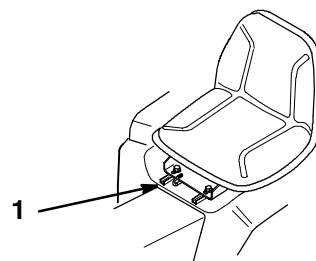

Abbildung 19
1. Zur Einstellung den Hebel zur Seite bewegen, um den Sitz auszurasten (Abb. 19).